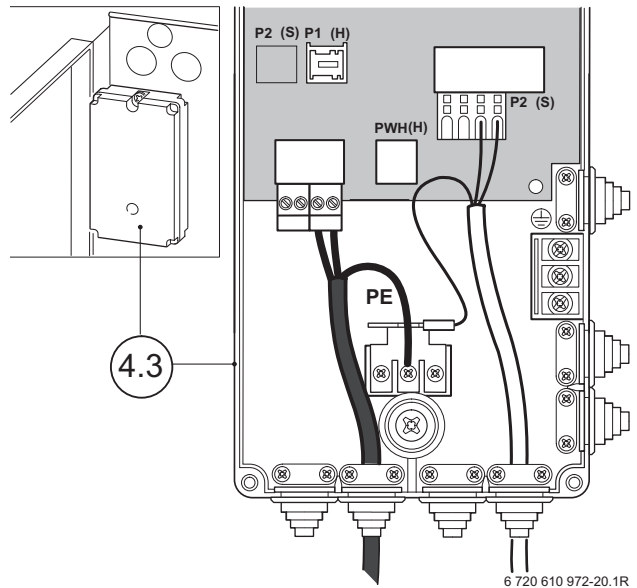

Fig. 24
- ▶ Infilare il cablaggio lungo del circolatore nel passacavo, fig. 24.
- ▶ Collegare il cablaggio nel modulo di collegamento circolatore (4.3) presente in caldaia, come da fig. 24.